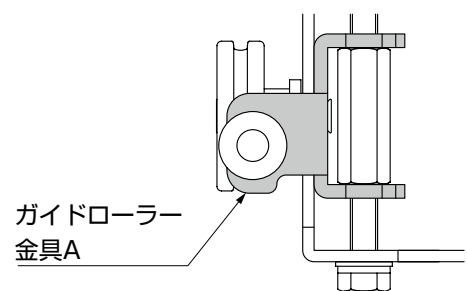

図4-2 ガイドローラー下
- ガイドローラーには向きがあります。ガイドローラー金具Aの向きに注意して取付けてください。(図4-1、図4-2参照)